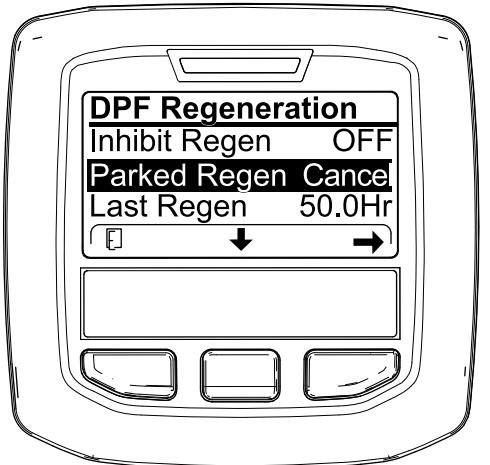
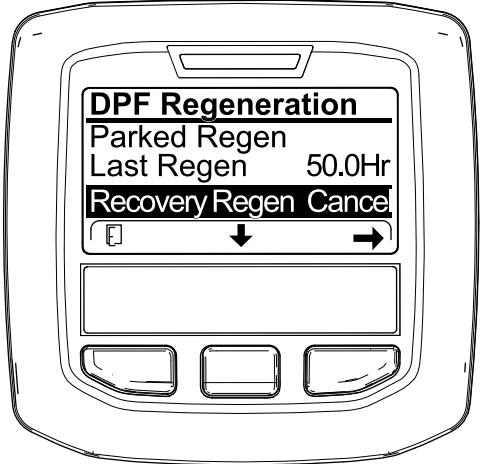

Figura 73
Figura 74
1. Aceda ao menu Regeneração do filtro de partículas de gasóleo (Figura 73).
2. Prima o botão central para ir até à opção CANCELAR REGENERAÇÃO EM ESTACIONAMENTO (Figura 73) ou CANCELAR REGENERAÇÃO DE RECUPERAÇÃO (Figura 74).
3. Pressione o botão direito para selecionar a entrada Cancelar regeneração (Figura 73 ou Figura 74).